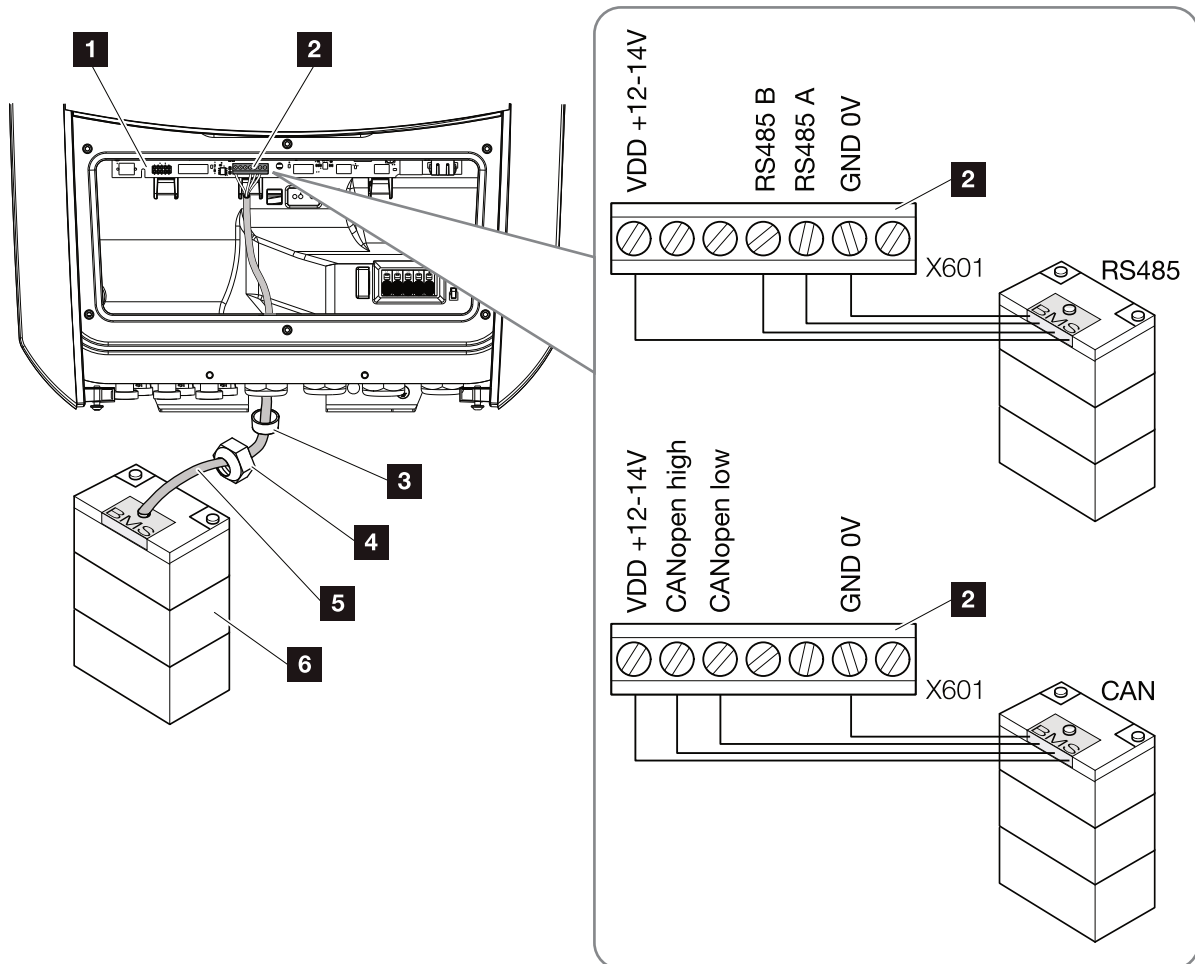

Abb. 36: Anschluss Batterie Kommunikation RS485 oder CAN
3. Das-Kommunikationskabel (RS485 oder CAN) an die Kommunikationsschnittstelle des Smart Communication Boards anschließen.  **Abb. 36 Pos. 2**